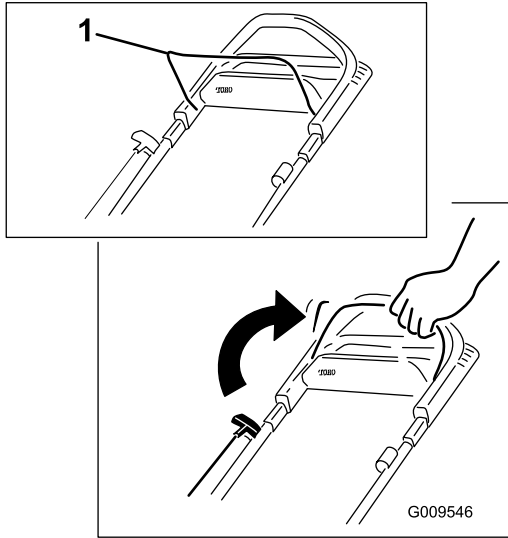

Bild 11
1. Halten Sie den Schaltbügel gegen den Bügel gedrückt (Bild 11).